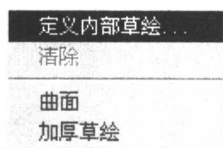
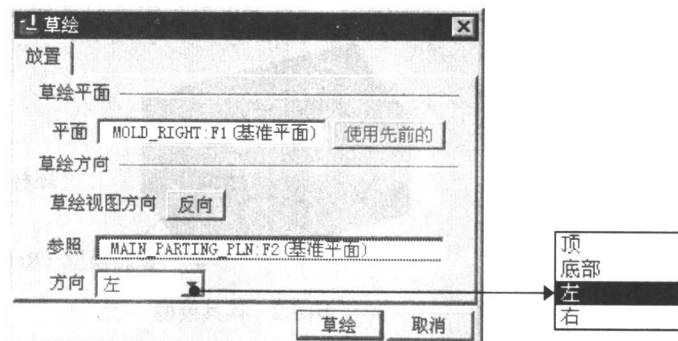

图 1.3 快捷菜单
图 1.4 “草绘”对话框
(1) 在菜单中选择**Solid (实体)** **→** **Protrusion (加材料)**命令, 在弹出的菜单中选择**Extrude (拉伸)** **→** **Solid (实体)** **→** **Done (完成)**命令, 此时出现实体拉伸操控板。
(2) 创建实体拉伸特征。
① 选取拉伸类型: 在出现的操控板中, 确认“实体”类型按钮**□**被按下。
② 定义草绘截面放置属性: 在绘图区中右击, 从如图 1.3 所示的快捷菜单中选择**定义内部草绘**命令。系统弹出如图 1.4 所示的“草绘”对话框, 然后选择 MOLD_RIGHT 基准面作为草绘平面, 草绘平面的参照平面为 MAIN_PARTING_PLN 基准面, 方位为**左**, 单击**草绘**按钮, 至此系统进入截面草绘环境。